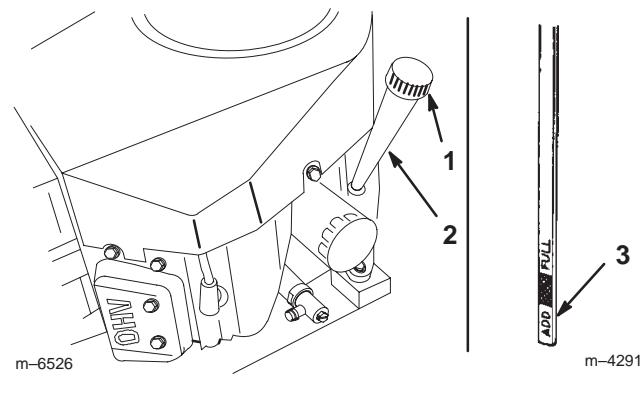

Bild 27
2. Reinigen Sie den Bereich um den Ölpeilstab herum (Bild 27), damit kein Schmutz in den Einfüllstutzen gelangen und so den Motor beschädigen kann.
3. Schrauben Sie den Ölpeilstab los und wischen Sie das Metallende ab (Bild 27).
4. Schieben Sie den Ölpeilstab vollständig in den Einfüllstutzen (nicht in das Rohr einschrauben) (Bild 27). Ziehen Sie den Peilstab wieder heraus und kontrollieren Sie das Metallende. Gießen Sie, wenn der Ölstand zu niedrig ist, nur so viel Öl langsam in den Einfüllstutzen, dass der Ölstand die **Voll**-Marke am Peilstab erreicht.
6. Reinigen Sie den Bereich um den Peilstab (Bild 27) und drehen Sie den Verschlussdeckel ab.
7. Gießen Sie ca. 80 % der angegebenen Ölmenge langsam in den Einfüllstutzen (Bild 27). Siehe „Warten des Motoröls“ auf Seite 28.